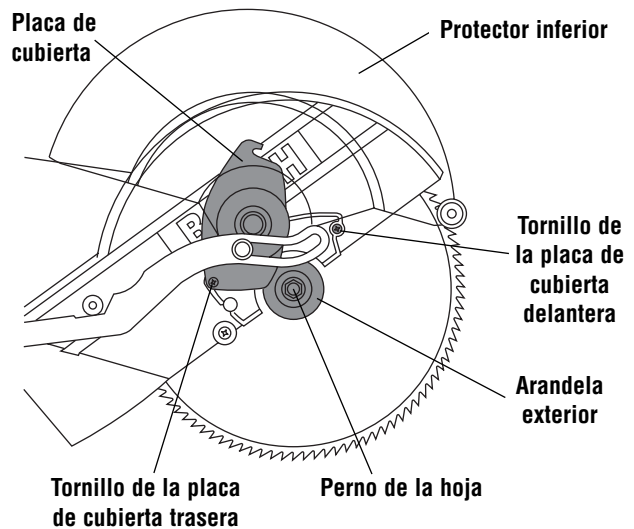

Figura 1. Remoción de la hoja
3. Suba el protector inferior y la placa de cubierta de manera que el perno de la hoja quede al descubierto (Figura 1).